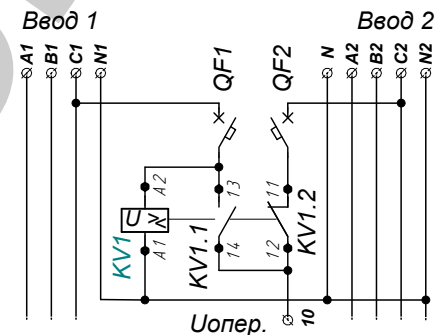

Рис.5 Схема получения оперативного питания с использованием реле напряжения
- 5.5. Схемы подключения БУАВР.ЭА.220.12.24.М в устройствах АВР для трехфазных: сети и ЭА, временные диаграммы, поясняющие их работу, приведены на рис.5– рис.8.
Рис.5 Пример схемы АВР на контакторах, с двумя вводами, один из которых электроагрегат, одной нагрузкой, электрической блокировкой контакторов и управлением от БУАВР.ЭА.220.12/24.М.
6.7. Схемы получения оперативного питания.**6.7.1. Схема получения оперативного питания с использованием реле напряжения, рис.5.****Достоинства:** - простота;